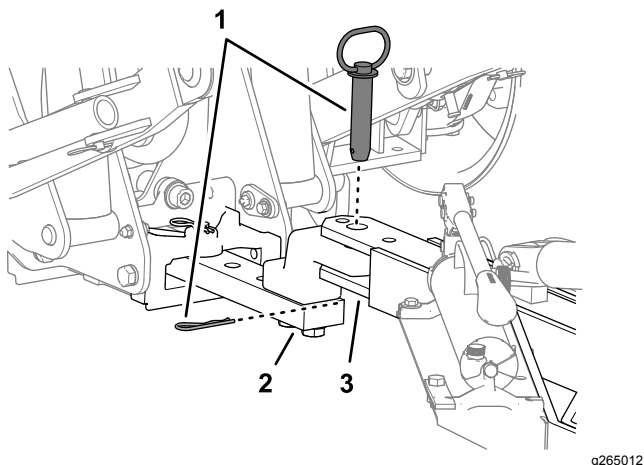

Figure 13
7. Alignez le timon de l'aérateur sur la barre d'attelage du groupe de déplacement et accouplez l'aérateur au groupe de déplacement à l'aide des fixations d'attelage de ce dernier (Figure 13).